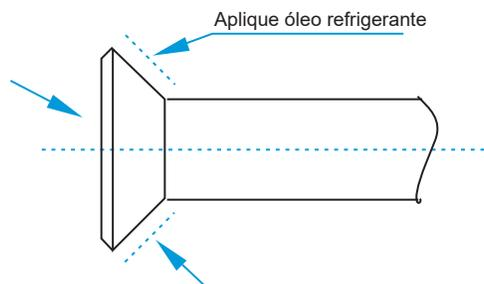

Figura 28
- Antes da tampa do flange ser instalada no flange do tubo, aplique um pouco de óleo refrigerante no flange (dentro e fora) e, em seguida, gire-o três ou quatro vezes antes de apertar a tampa. Consulte a Figura 28.